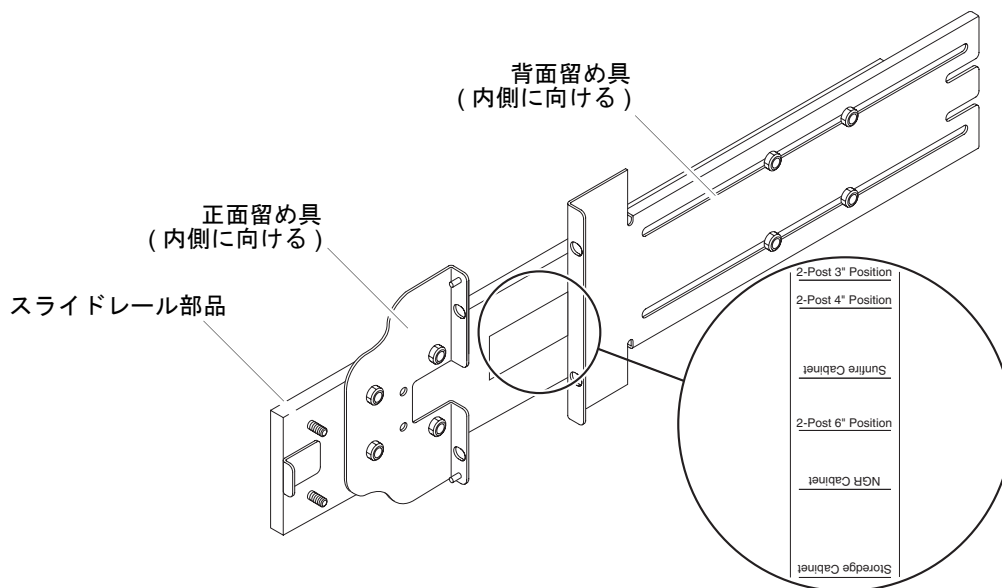

図 1-5 2 ポストに取り付ける場合のスライドレール部品の変更
2 ポストに取り付ける場合は、スライドレール部品を分解して、組み立て直すことができます (図 1-5)。スライドレール部品は、ポストの奥行きが 7.5 ～ 15.0 cm (3 ～ 6 インチ) の 19 インチの 2 ポストラックに合うように調節できます。
3. 正面留め具を 180 度回転させ、内側に向けて固定します (図 1-5)。
5. 背面留め具を 180 度回転させ、内側に向けます (図 1-5)。